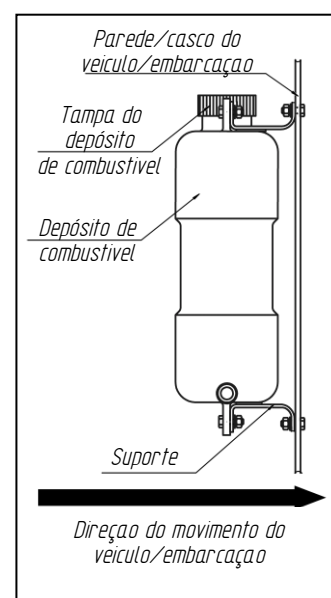

Fig. 16 Instalação do depósito de combustível
Considere a conveniência de abastecer ao proceder à instalação do depósito de combustível (Fig.16). Instale o depósito de combustível de forma a que a quantidade de combustível e os seus potenciais vazamentos da entrada, bocal de sucção de combustível ou ligações possam ser controlados visualmente.
**O depósito de combustível deve ser instalado com o lado largo perpendicular à direção do movimento do veículo/embarcação (ver Fig. 16).**